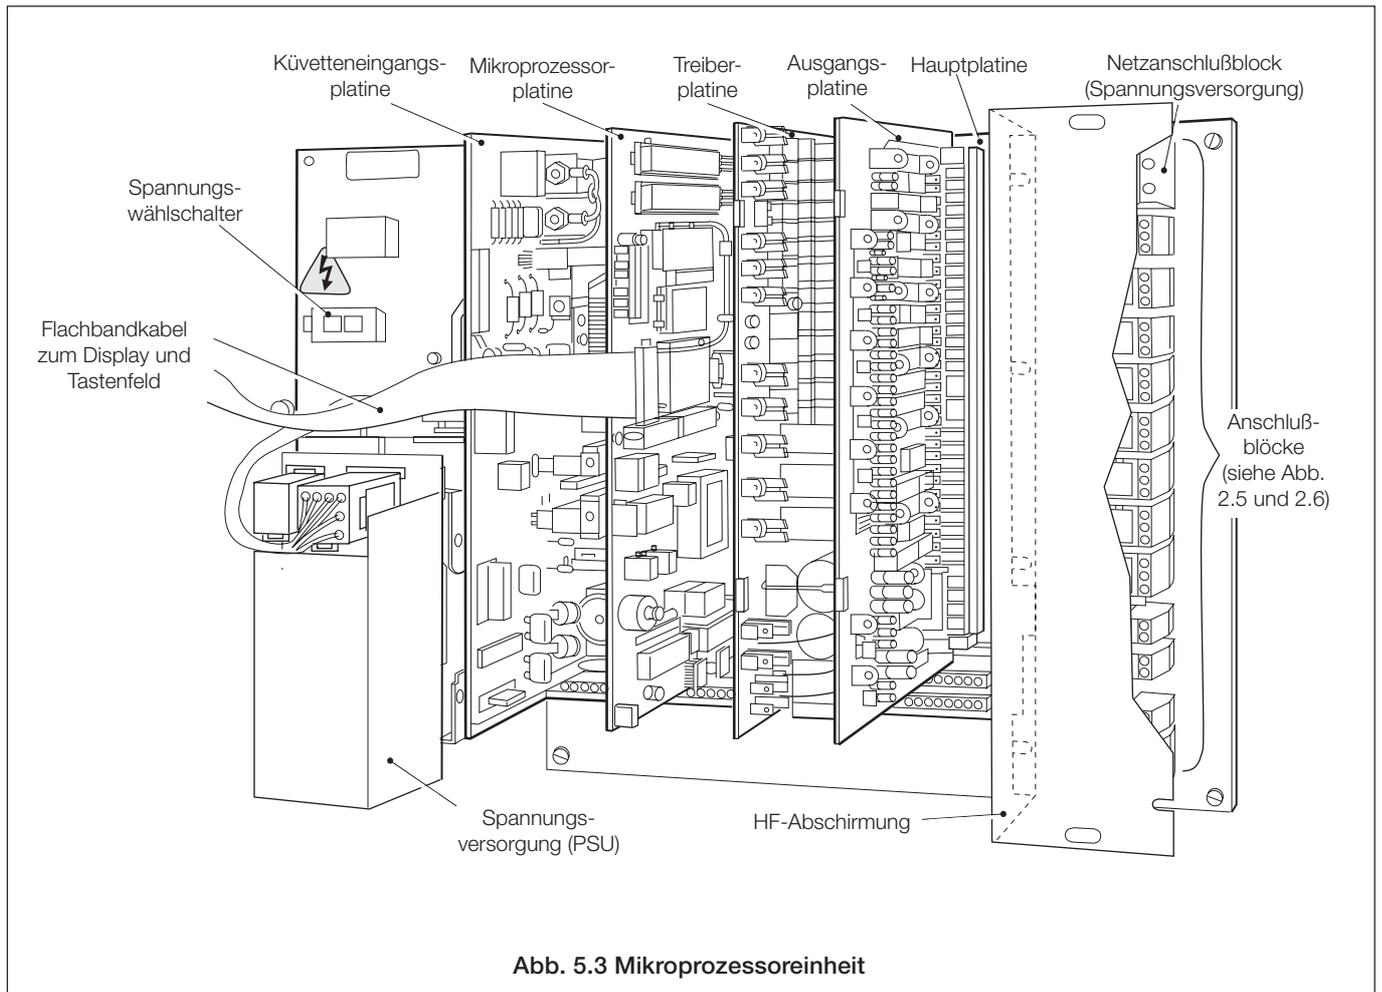

Abb. 5.3 Mikroprozessoreinheit
5.4 Mikroprozessoreinheit (Abb. 5.3 und 5.4)